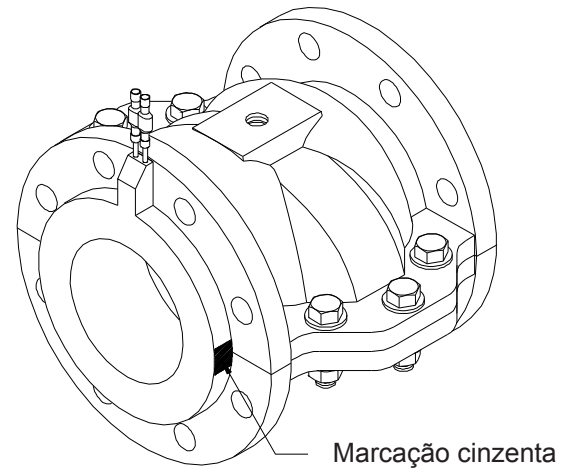

Figura 2-1: Alinhamento da mangueira de elastómero
- 2) As marcações cinzentas/brancas do flange externo da mangueira de elastómero devem ser alinhadas dentro de uma tolerância de no máx. 5° para a folga do corpo da válvula (ver Figura 2-1).